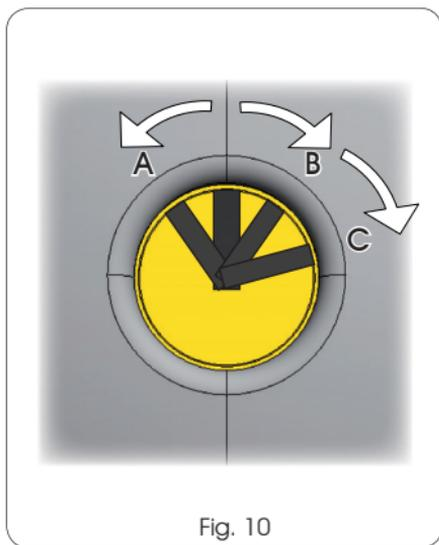

Fig. 10
- Sicherstellen, dass die Mikroschalter asprechen und hierzu den Schlüssen nach dem Schema laut Fig. 10 im Schloss drehen: